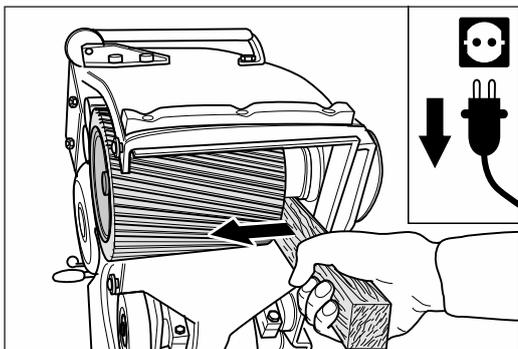

Abb. 56 Wenn die Schleifwalze festsetzt, vorsichtig mit einem Holz hebeln. **Keine Gewalt anwenden!**
- Um die Maschine nicht zu beschädigen, verwenden Sie bei festsetzender Schleifwalze einen Holzhebel (Abb. 56)! Die Schleifwalze niemals durch Hammerschläge lösen!**